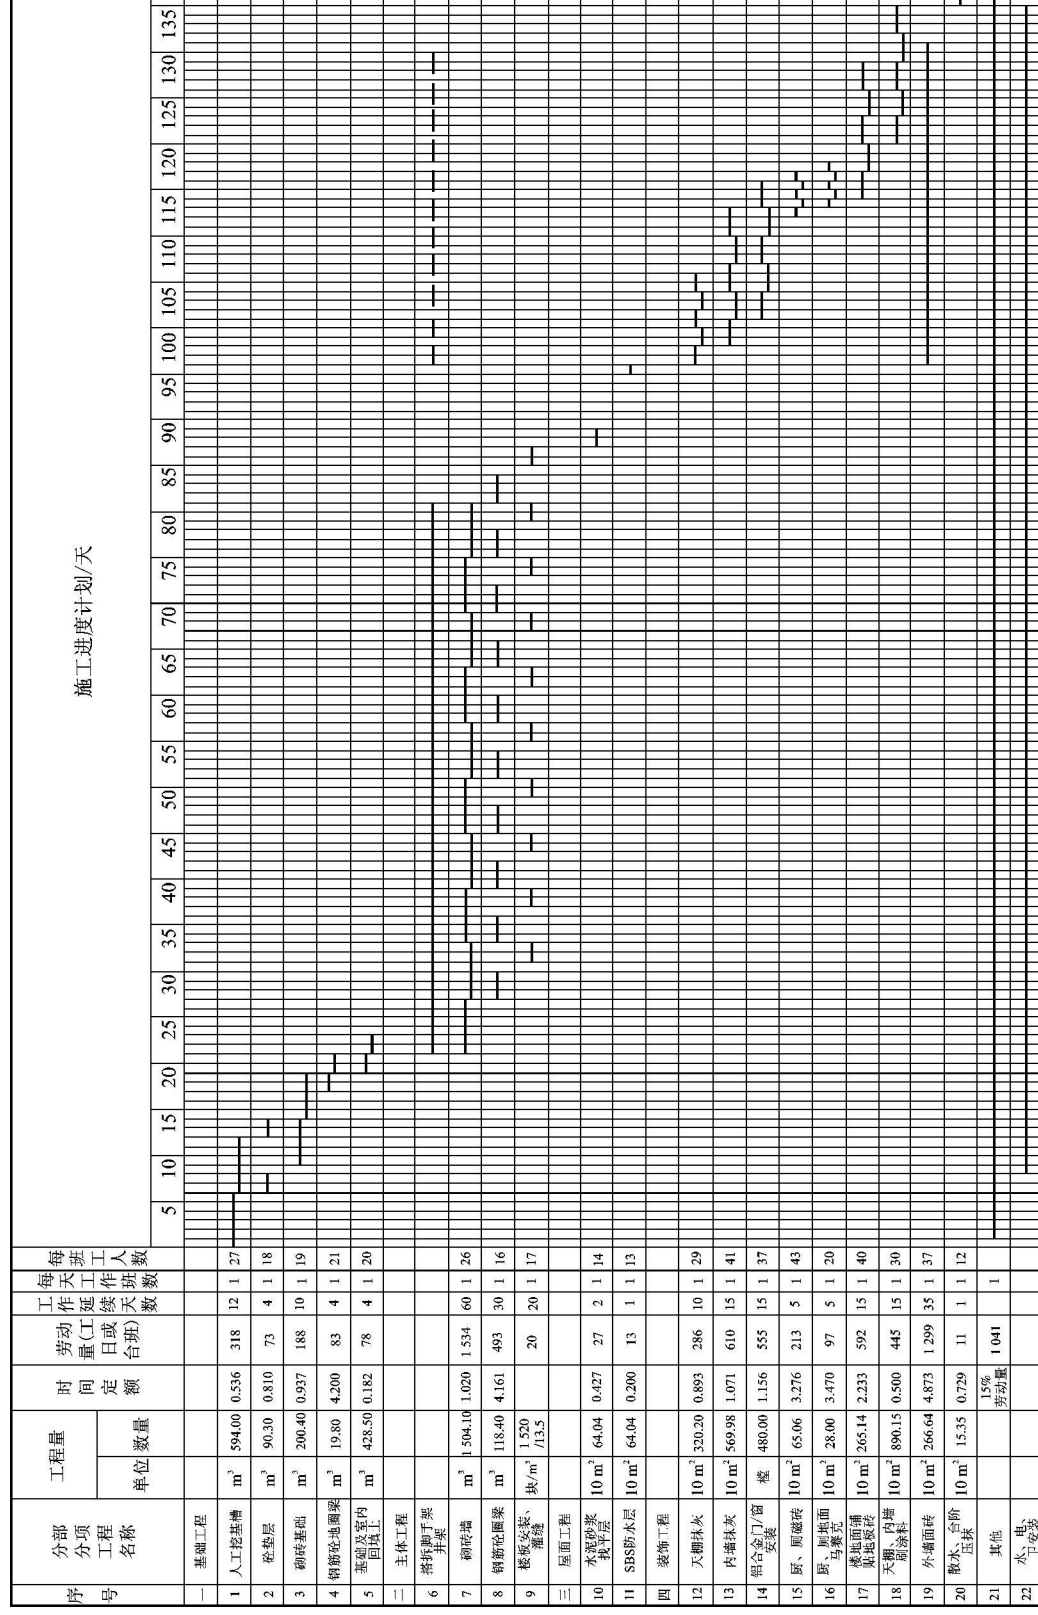

图2-27 某五层住宅楼工程流水施工进度表
(1)根据表 2-4 确定施工过程及其顺序,见图 2-27 某五层住宅楼工程流水施工进度表。
按上述设定的流水节拍试排后，工期满足要求，单位工程计划工期为136天，其中，基础工程为23天，主体工程为66天，屋面工程为9天，装饰工程为40天。其具体进度计划安排见图2-27。
其余各个班组人数安排见图2-27。
本工程每项工作的延续天数为流水节拍与施工段数的乘积，即工作延续天数 $=t_i \times m$ ，具体见图2-27。
本工程单位工程进度计划表见图2-27。